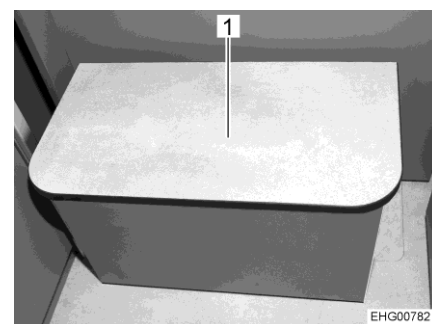

Bild 67 Klättringshjälp
- Lyft och fäll in trappsteget (Bild 67,1).